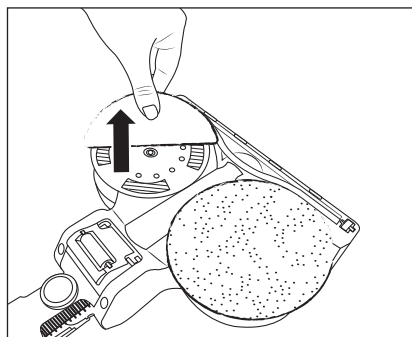

Fig. 18
- ◆ For at fjerne en moppepude ③4 fra moppestykket ③1 skal du holde den med fingrene og trække den af moppestykket ③1 oppefra (se fig. 18).